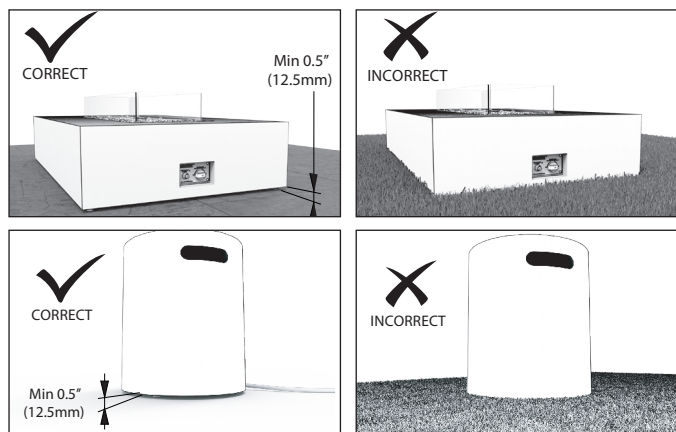

Imagen 1
2. No coloque el electrodoméstico sobre césped, césped artificial, alfombra, roca o cualquier superficie irregular. Ver imagen 1.
4. Siga las mismas instrucciones anteriores para la cubierta del tanque de gas LP (si se compró). Ver imagen 1.